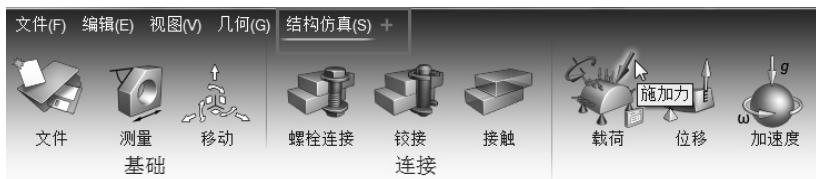

图 9-14 “施加力”设置
4) 在施加“载荷”图标上找到“施加力”设置, 如图 9-14 所示。